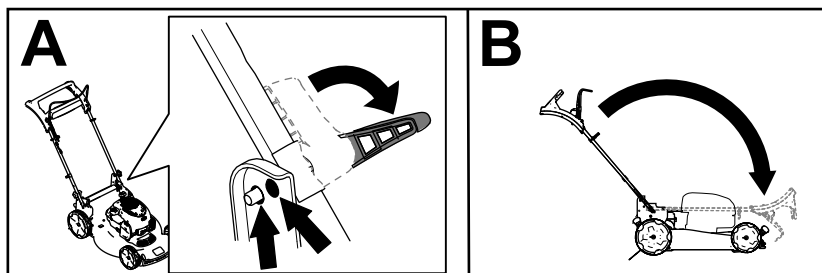

Figura 17
2. Decuplezi închizătoarele mânerului până ce poți mișca mânerul superior liber (A din Figura 17)
3. Pliai mânerul în față, către poziția înainte completă (B din Figura 17).